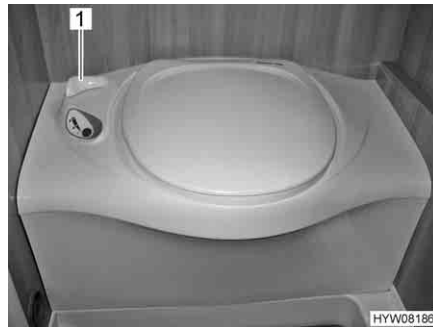

Bild 190 Thetford-Toilette
- Vor dem Spülen den Schieber der Thetford-Toilette öffnen. Dazu den Schieberhebel (Bild 190,1) entgegen dem Uhrzeigersinn drehen.
- Nach dem Spülen den Schieber schließen. Dazu den Schieberhebel (Bild 190,1) im Uhrzeigersinn drehen.